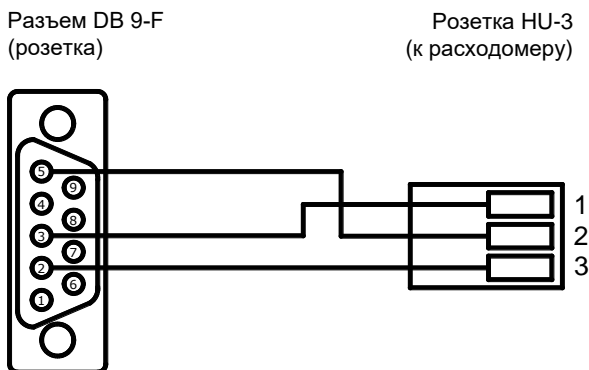

Рис. 8.11
8.8.3 Для прямого соединения расходомер – ПК следует использовать кабель, изображенный на рис. 8.11.